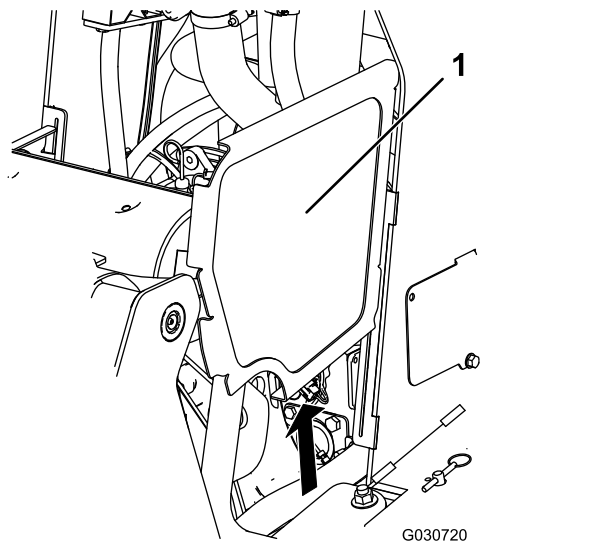

Figura 35
2. Glisați scuturile laterale de protecție (Figura 35) în sus și în afara fantelor din scutul frontal și cadru.